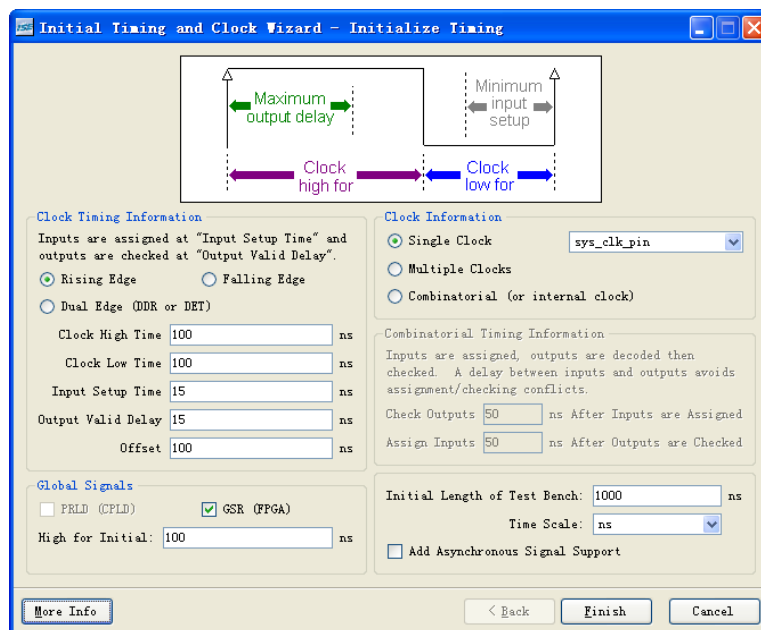

图 2.36 测试激励生成器初始化时钟
(3) 在弹出的“Initialize Timing”窗口中，对时钟进行设置，可以指定时钟频率、占空比、指定时钟信号。如图 2.36 所示，测试激励生成器使用图形化界面，设计者从图形界面就可以知道设置的内容，非常方便。